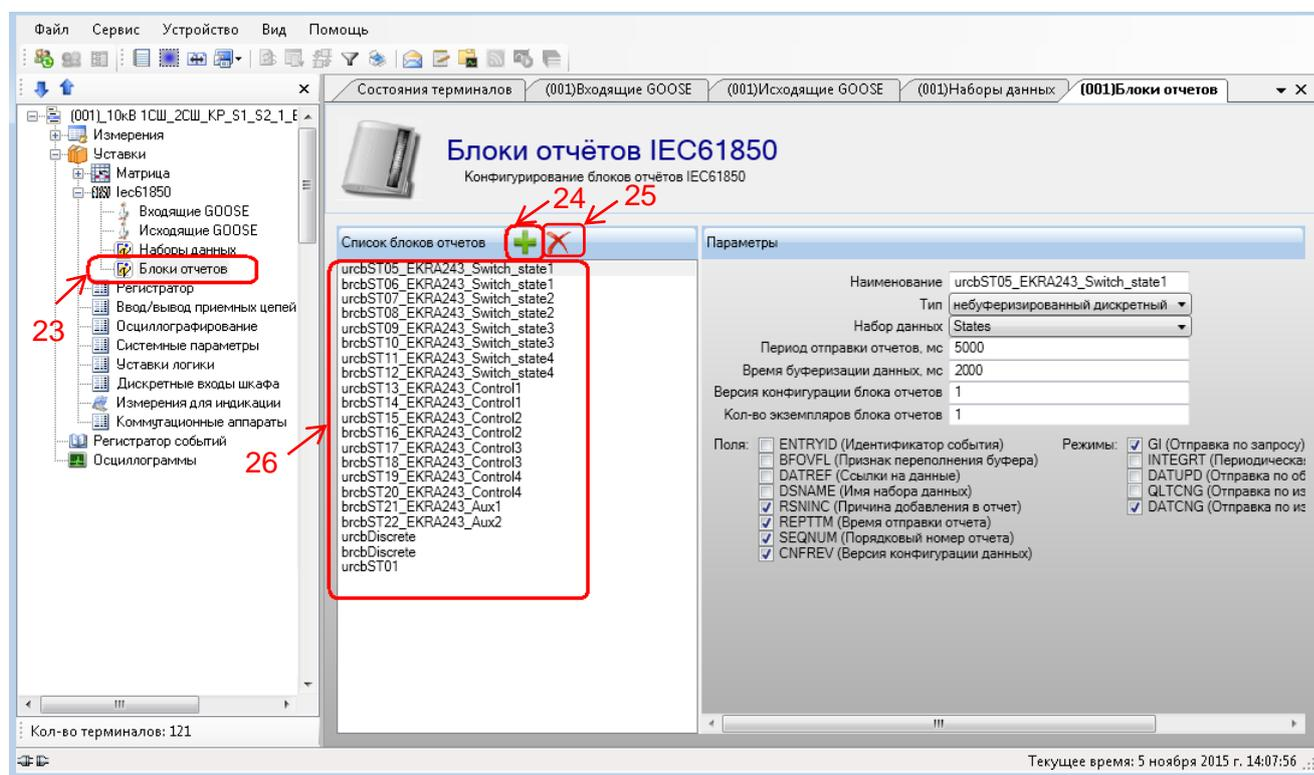

Рисунок 7 – Настройка блоков отчетов IEC61850
4.1.1 В «дереве» проекта раскрыть раздел **Уставки** → **Iec61850** → **Блоки отчетов** (см. рисунок 7, обозначение 23).
4.1.2 Создать блоки отчетов, с помощью кнопки , для того чтобы клиенты протокола **MMS** могли получать отчеты по изменению сигналов входящих в **Наборы данных** (см. рисунок 7, обозначение 24). Удалить блоки отчетов можно при помощи кнопки  (см. рисунок 7, обозначение 25). Количество блоков отчетов не может превышать 40 (см. рисунок 7, обозначение 26).